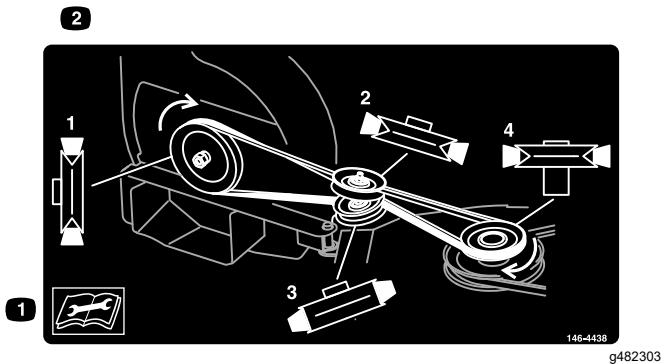

Bild 29
8. Verlegen Sie den Riemen um das Gebläse und die Spannscheiben, wie in Bild 29 abgebildet. Legen Sie den Riemen in die Keilnut der Riemenscheibe des Gebläses. Halten Sie den Riemen straff und drehen Sie die Riemenscheibe langsam von Hand.